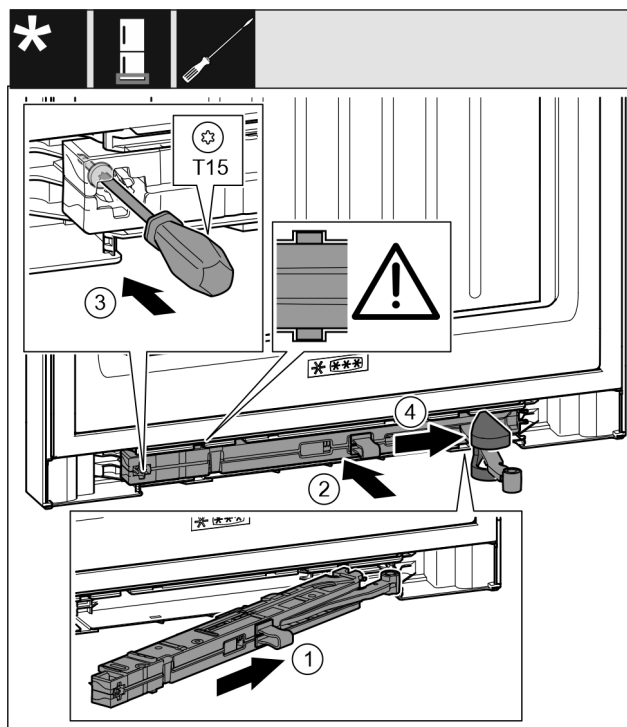

Fig. 57
- ▶ Côté support de palier, pousser l'unité d'amortissement de fermeture Fig. 57 (1) jusqu'en butée de biais dans l'évidement.
- ▶ Pousser complètement l'unité d'amortissement de fermeture Fig. 57 (2) dans l'évidement.
- ▶ Serrer la vis Fig. 57 (3) avec un tournevis.
- ▶ Pousser le cache Fig. 57 (4) sur la jointure.